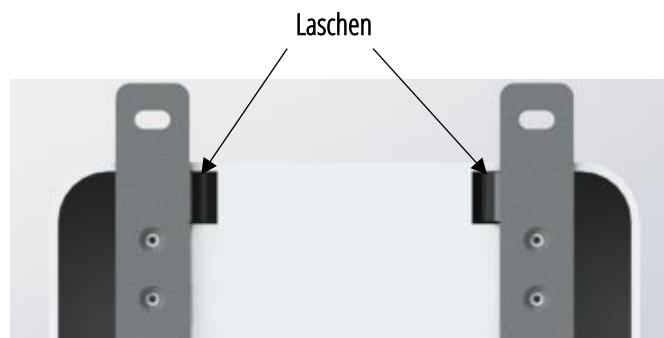

Abbildung 1 Anordnung der Befestigungsplatten
1. Die beiliegenden Befestigungsplatten (links/rechts) sind mit je vier selbstschneidenden Schrauben rückseitig an die Wallbox zu montieren. Dabei ist darauf zu achten, dass die abgekanteten Laschen zur Gehäusemitte hin orientiert sind (Vgl. Abbildung 1).